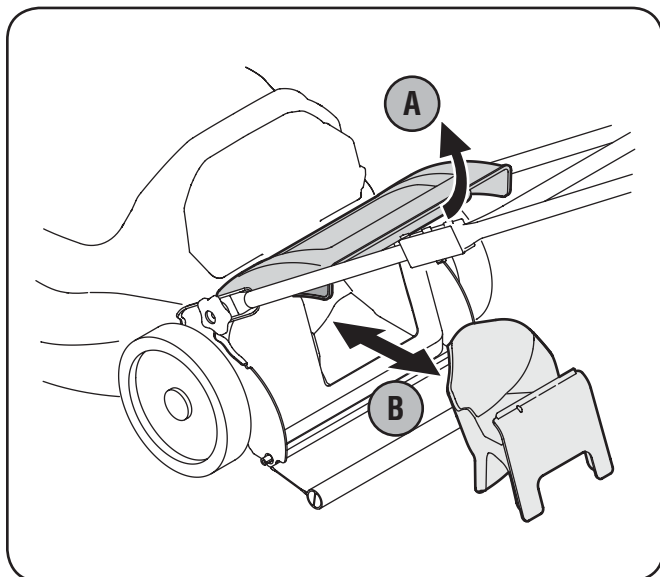

Figure 3-7
2. Installez le bouchon de déchiquetage arrière. Voir la Fig. 3-7.
4. Assurez-vous que le bouchon de déchiquetage arrière est installée. Voir la Fig. 3-7.